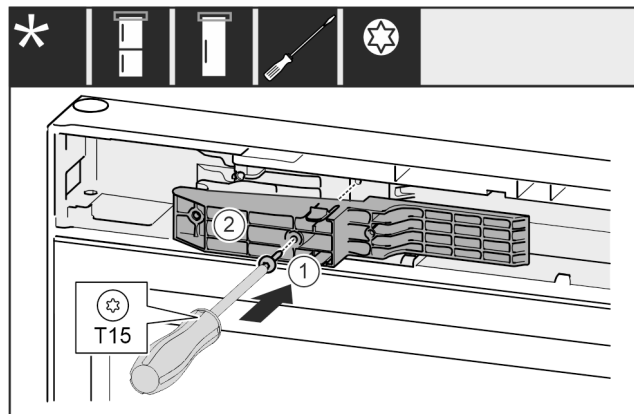

Fig. 64 *
- ▶ Introduceți adaptorul Fig. 64 (1) în canelura de pe partea mânerului.*
- ▶ Înșurubați ferm șurubul Fig. 64 (2) cu șurubelnița.*